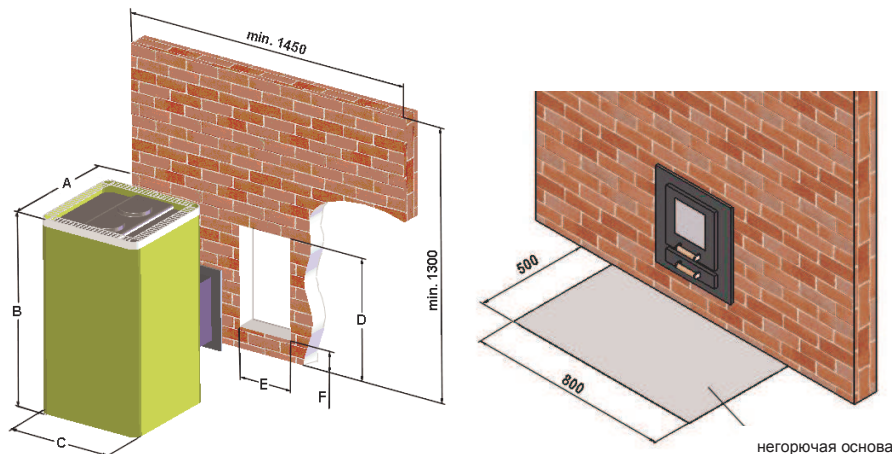

Рис. 4
Устанавливая печи в место эксплуатации должна быть, предоставлена возможность заменить печь, не разрушая стен бани, т.е. расстояние от задней стенки печи должно быть не менее 300 мм, чтобы дверной щит свободно проходил в отверстие в стене (см. рис. 4)
- если пол бани деревянный, перед топкой печи кладётся стальной лист размеран 500x800 мм (см. рис. 4);
- деревянный потолок должен быть изолирован минеральной ватой толщиной не менее 50 мм **и закрыт оцинкованной жёстью** или алюминиевым листом (см. рис.4).